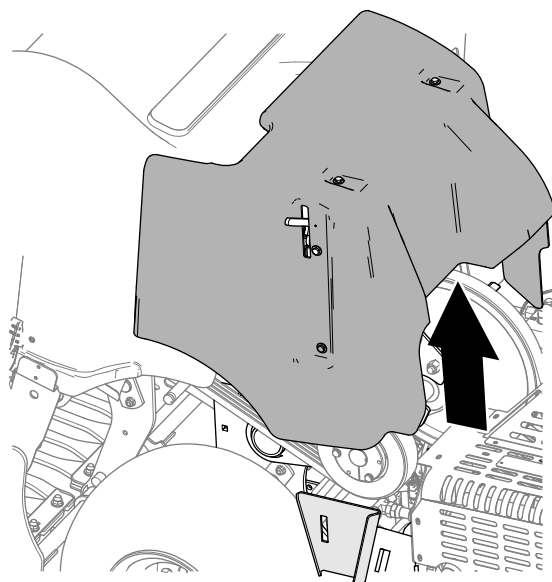

**Рисунок 142**
2. Поднимите ручку фиксатора (Рисунок 142).